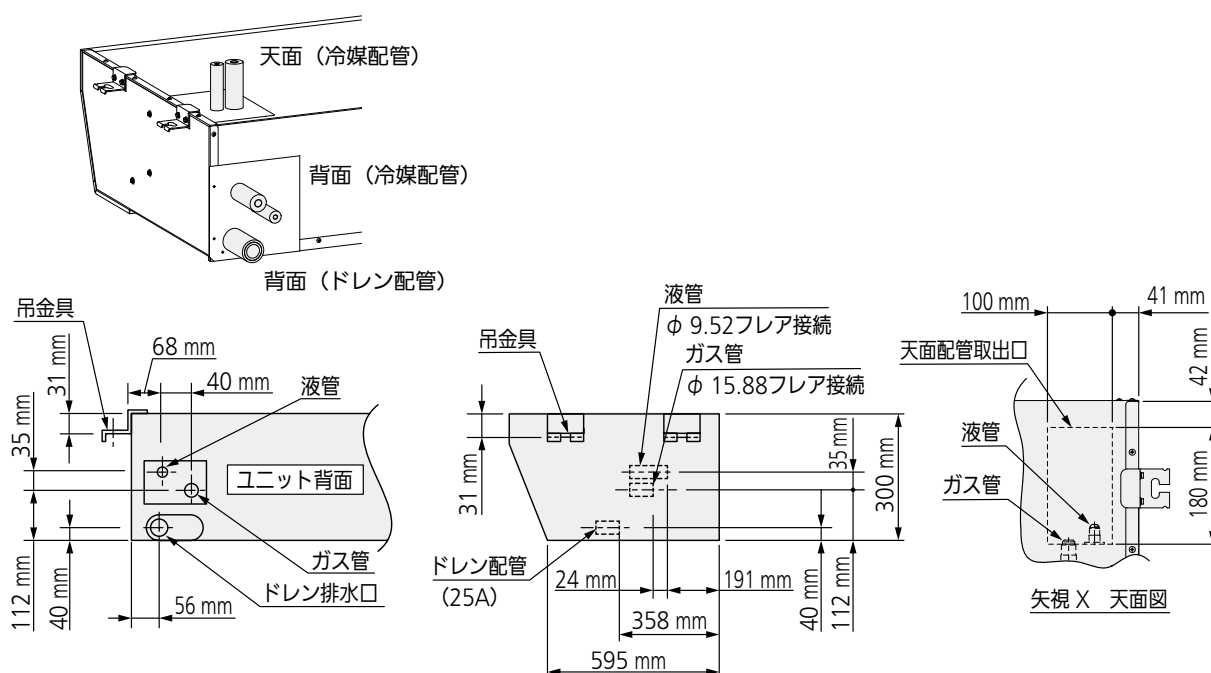

図3
- 4-5. 冷媒配管 2 方向（天面、背面）、ドレン配管は 1 方向（背面）から取り出しできます。（図 3）
- 4-6. 吊金具と本体および配管との位置関係は図3のとおりです。ナット（現地調達）およびワッシャー（付属品）は吊金具の上下にご使用ください。